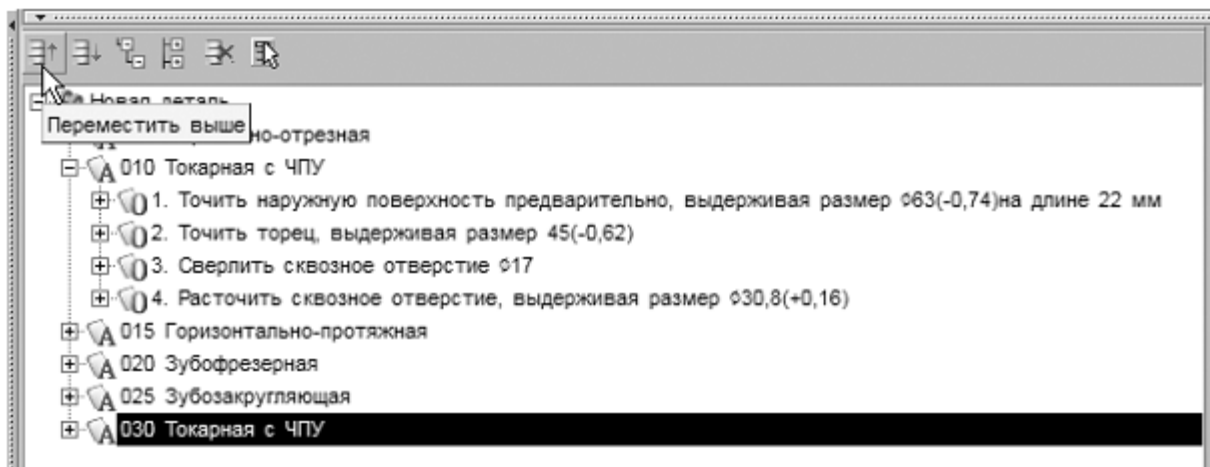
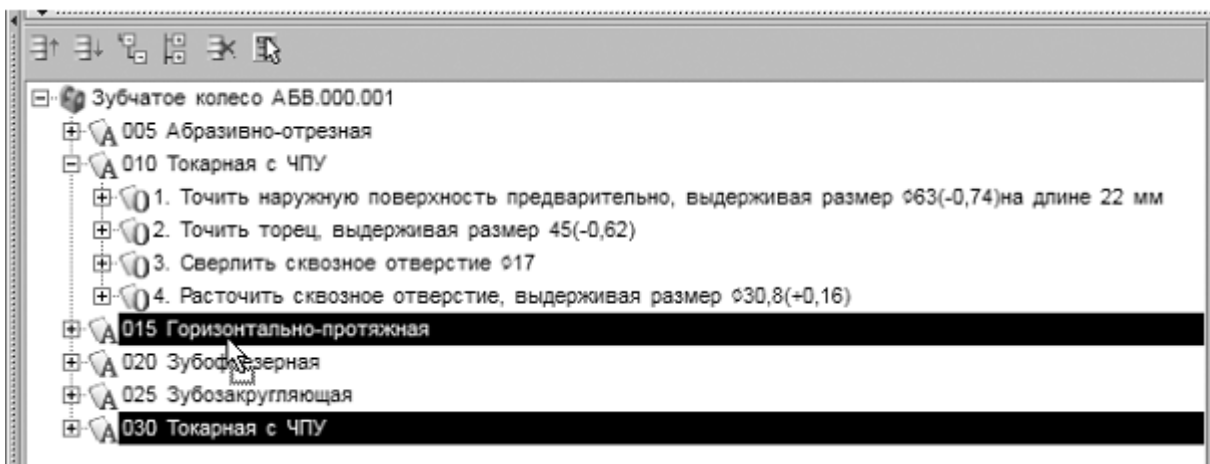

Рисунок 6.
Рисунок 7.
15. Переместите операцию 030 Токарная с ЧПУ так, чтобы она располагалась сразу за операцией 010. Для этого установите курсор на операции 030 Токарная с ЧПУ и, последовательно нажимая на кнопку Переместить выше (рис. 6), переместите операцию 030 на новое место. Или, установив курсор на операции 030 Токарная с ЧПУ, нажмите левую кнопку мыши и, не отпуская её, перетащите курсор на операцию 015 Горизонтально-протяжная (рис. 7), после чего отпустите кнопку.